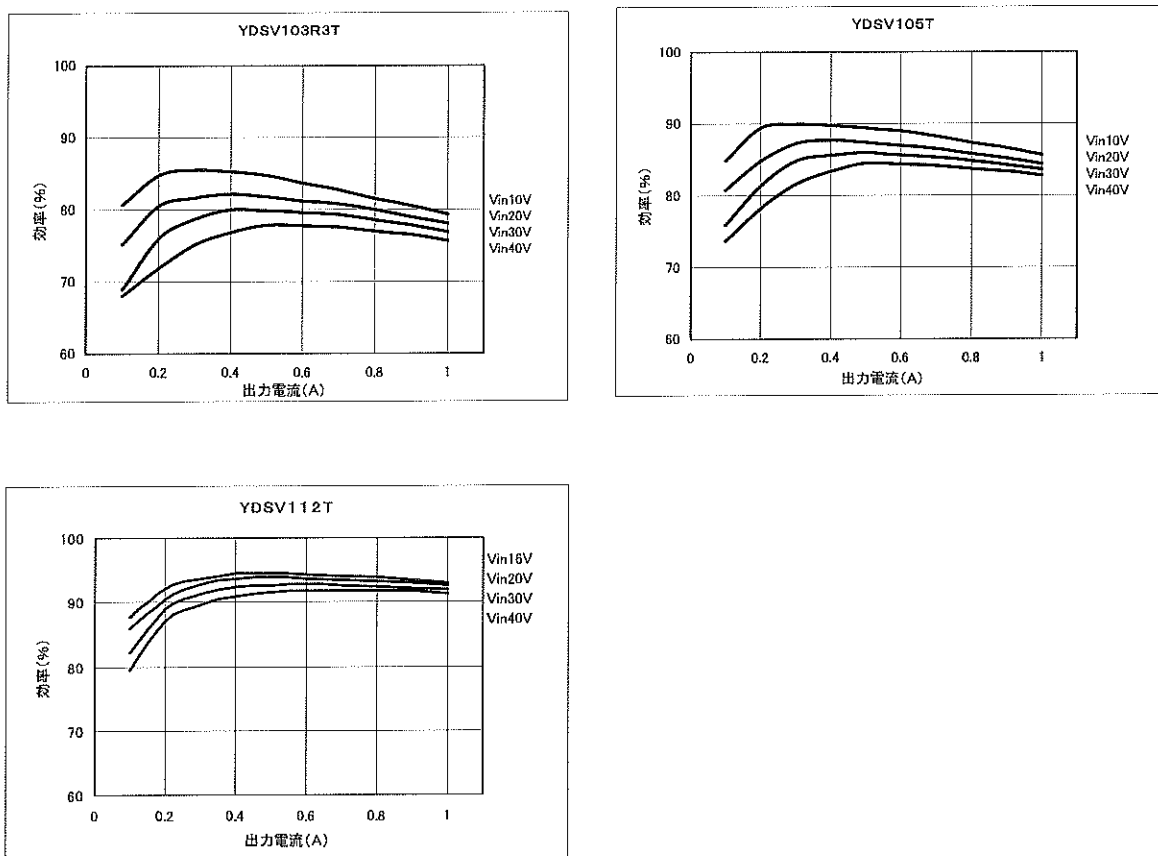

図7. 効率曲線 (Ta=25°C 代表例)
②. 計算法
- c). 図7の「効率曲線」から、b)の時の効率 η (%) を求めます。
c). 効率 : 約85% (図7より)